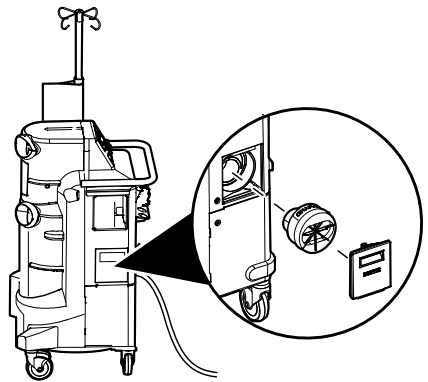

图 2 - 拆除及安装过滤器
2. 从过滤器箱上取下面板 (图 2)。
- 往过滤器箱中装入新的过滤器，并重新装上面板(图 2)。